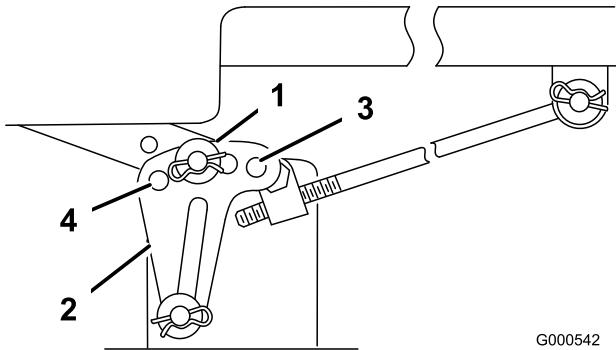

Figura 53
6. Retire o contrapino do gancho e anilha do suporte nivelador (Figura 53).
7. Para nivelar a(s) lâmina (s), volte a colocar o(s) suporte(s) nivelador(es) num furo diferente e instale a anilha e contrapino de gancho (Figura 53). Um furo para a frente diminui a altura da lâmina e um furo para trás eleva a altura. Ajuste ambos os lados como necessário.